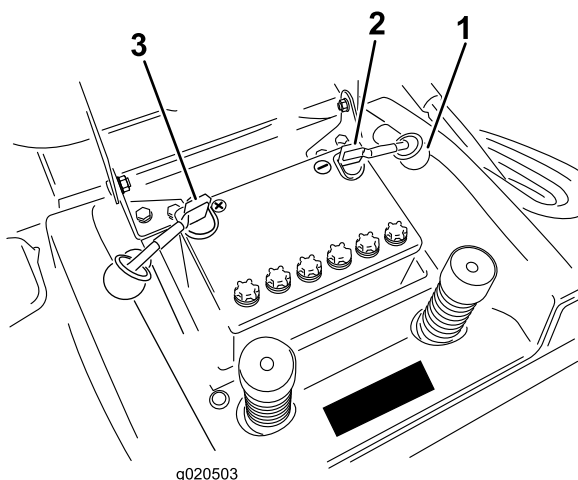

Figura 33
7. Staccate il cavo negativo (nero) di terra dal polo della batteria (Figura 33).
9. Staccate il cavo positivo (rosso) dal polo della batteria (Figura 33).
1. Collocate la batteria sullo chassis volgendo i poli verso il parte posteriore del trattore (Figura 33).
3. Utilizzando il bullone ed il dado ad alette, collegate il cavo positivo (cappuccio rosso) al polo positivo (+) della batteria (Figura 33). Infilate il cappuccio di gomma sul polo della batteria.
4. Utilizzando il bullone e il dado ad alette, collegate il cavo negativo (nero) al polo negativo (-) della batteria (Figura 33). Infilate il cappuccio di gomma sul polo della batteria.